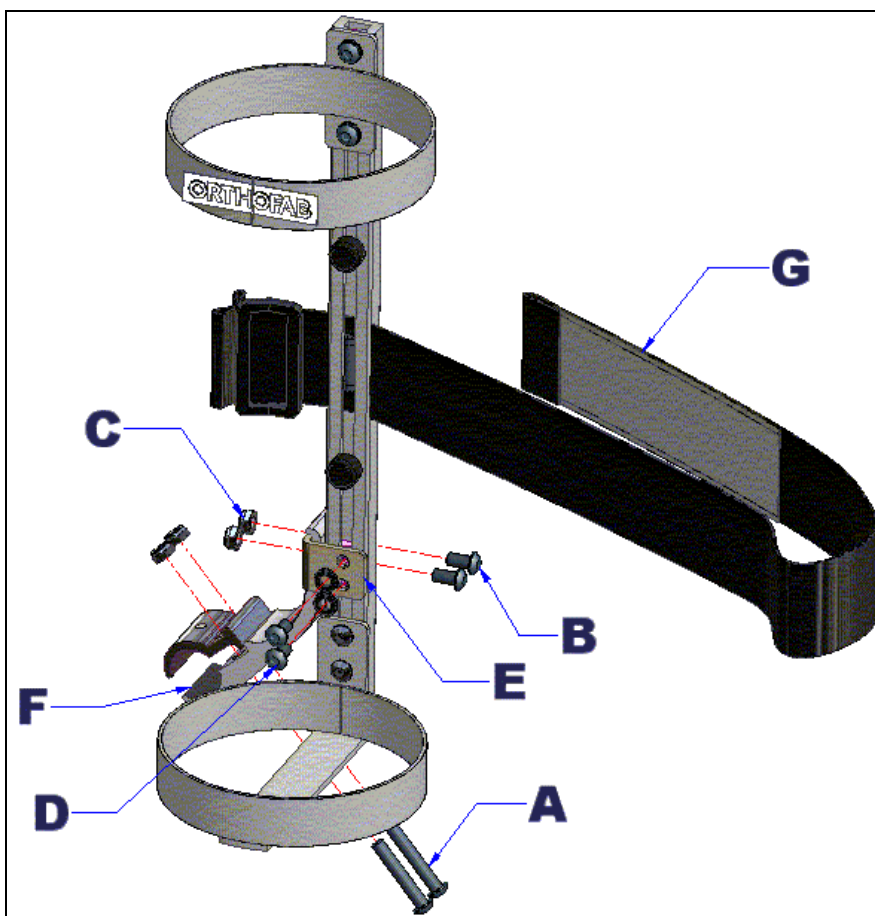

Figure 22 : Installation du support de bombonne à oxygène.
2. Orienter la bride de serrage (F) afin qu'elle se fixe sur la section horizontale du cadre du fauteuil CH à l'arrière. Si nécessaire, à l'aide d'une clé hexagonale 5/32" et d'une clé plate 7/16", dévisser les vis (B) et écrous (C) et inverser la bride de serrage (F) (voir; figure 22).
3. Il faudra aussi inverser l'ancrage du support de bombonne du CH (E) en dévissant les vis (D), à l'aide d'une clé hexagonale 5/32".
4. Serrer les vis (A) de la bride de serrage (F), à l'aide d'une clé plate 7/16", sur le châssis arrière du fauteuil CH.
5. Utiliser la sangle (G) pour maintenir la bombonne en place dans le support.